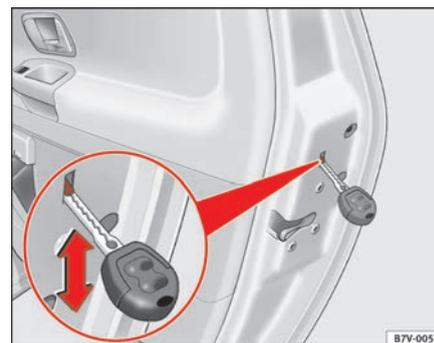

Fig. 59 Levetta del bloccaporta per la porta posteriore sinistra
- Spostare la levetta nel senso indicato dalla freccia ⇒ fig. 59 (servendosi della chiave del veicolo).